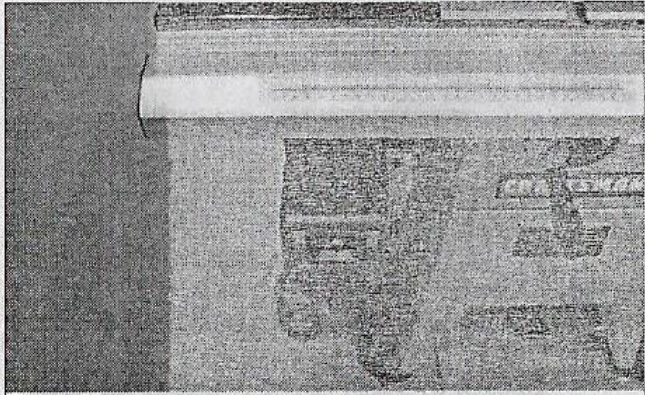

Figura 30
Véase la figura 30.
- Deslice el ensamble del interruptor para que quede a 6-8 pulgadas del extremo izquierdo del riel, como se muestra en la figura 30.